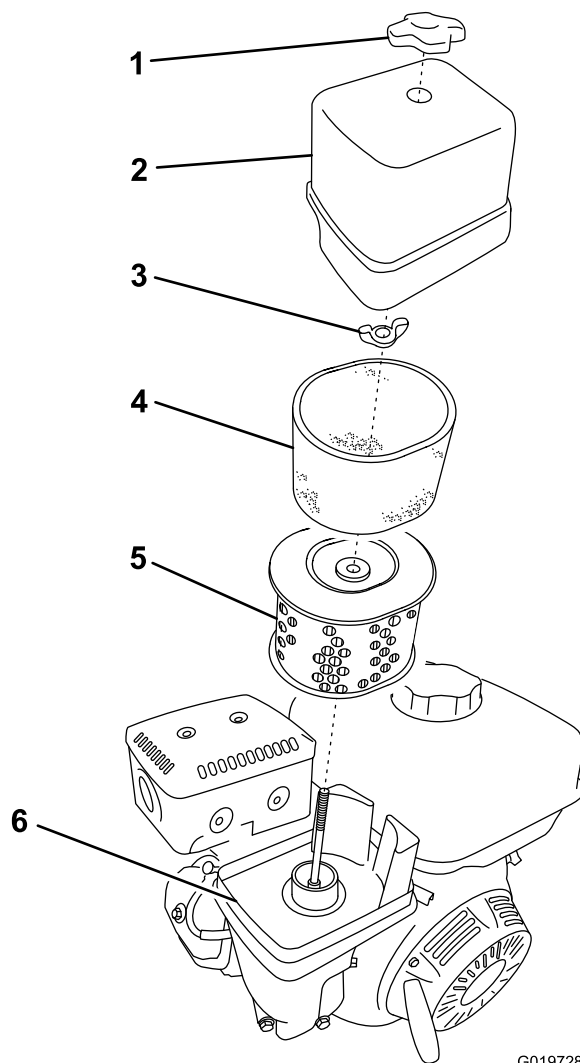

Figure 25
3. Retirez l'écrou de fixation du couvercle (Figure 25).
5. Déposez les éléments en mousse et papier de la base (Figure 25).
6. Sortez l'élément en mousse de l'élément en papier (Figure 25).